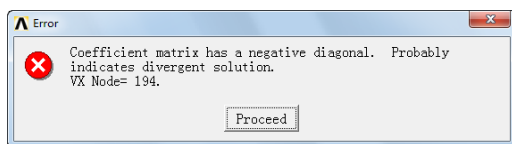
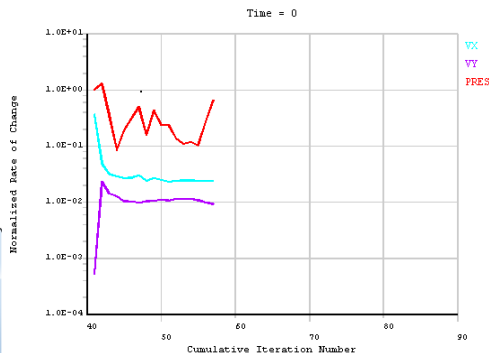

图 5-61 错误提示框
图 5-62 迭代曲线
③依次选择 Main Menu→Solution→Run FLOTRAN。这时会弹出一个错误提示框,如图 5-61 所示,单击“Proceed”按钮关闭提示框。求解完成后会弹出提示对话框,单击“Close”关闭。迭代曲线如图 5-62 所示。